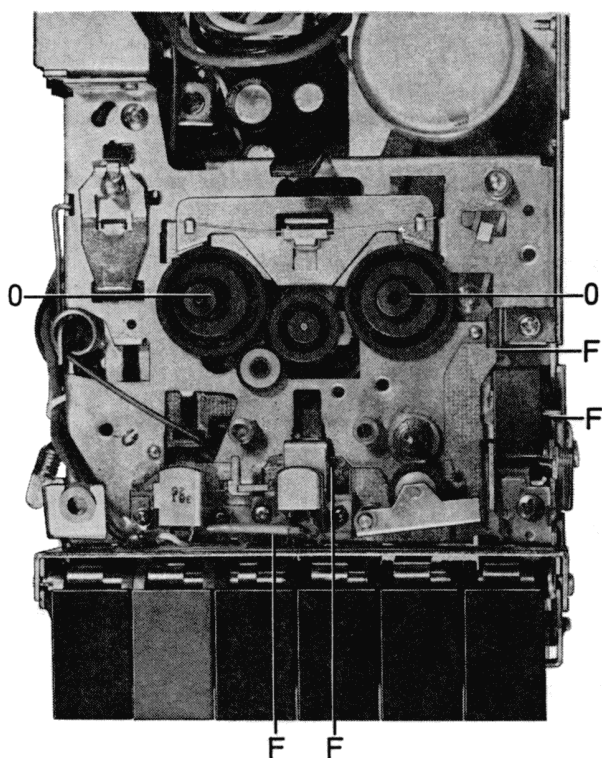

Fig. 2
- 3.1 Nachdem das Gehäuse entfernt wurde, können die in Fig. 2 und 3 dargestellten Teile geschmiert werden (F = Fett, O = Öl).
- 3.1 After removal of the cabinet it is possible to lubricate the parts shown in Figs. 2 and 3 (F = grease, O = Oil).